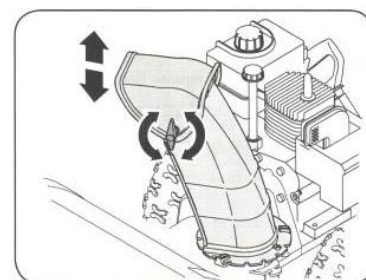

Figure 33
2. Tournez le canal (tunnel) vers le haut ou vers le bas avant de resserrer à nouveau l'écrou papillon. Reportez-vous à la Figure 33.